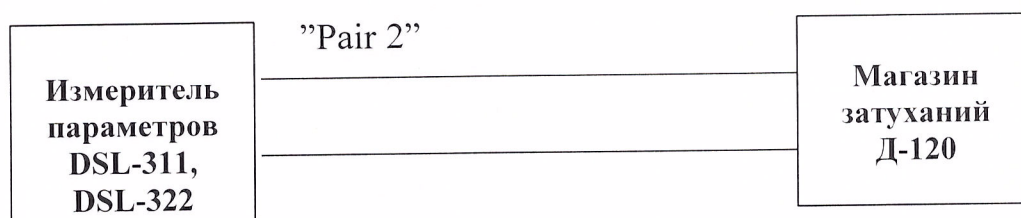

Рис.8.3.
8.3.2.3. Соберите схему согласно рис. 8.3.